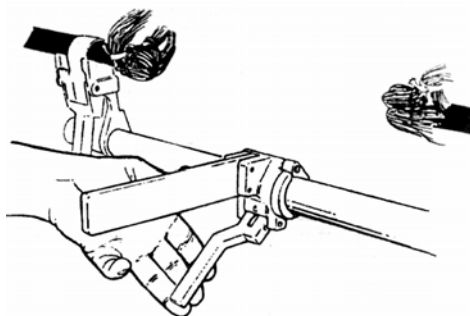

Рис. 6.15. Крепление поперечного зажима
6.1.14. На середину разъемной штанги закрепить поперечный зажим с коротким рычагом (рис. 6.15).